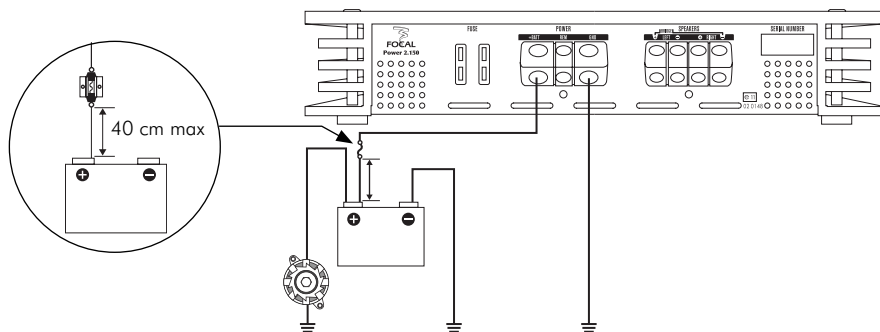

fig. 7
- 9 - Toujours protéger la batterie et le circuit électrique de dommages potentiels à l'aide de fusibles. Installer un porte-fusible et un fusible appropriés sur le câble d'alimentation 12 V positif (+) à moins de 40 cm de la borne de la batterie. Idéalement, cette distance doit être la plus courte possible (fig. 7).
3.7.1 - La phase d’installation du porte-fusible dédié à sécuriser l’installation peut maintenant débiter. Le porte-fusible doit être relié de part et d’autre du câble d’alimentation positif (+). Il doit être situé proche de la batterie {10 à 40 cm (fig. 7)}. Démontez le porte-fusible en prenant soin d’ôter le fusible. Fixer le socle du porte-fusible. Couper le câble d’alimentation rouge entre 10 et 40 cm (maximum) de la batterie (fig. 7). Garder la chute de câble qui servira pour relier l’autre extrémité du porte-fusible à la borne positive (+) de la batterie du véhicule. Dénuder 1 cm (fig. 3), puis étamer. Visser le câble dans le bornier du porte-fusible. Récupérer la chute de câble restante. Dénuder 1 cm (fig. 3), puis étamer. Visser le câble dans l’autre bornier du porte-fusible.